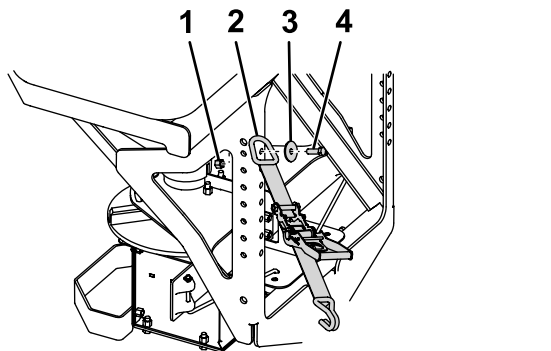

Figure 9
- Fixez les anneaux en D des sangles à cliquet dans les trous supérieurs à l'extérieur du cadre de l'épandeur à l'aide d'un boulon (½ po), d'une rondelle (½ po) et d'un contre-écrou (½ po), puis serrez les boulons à 76 N·m (56 pi-lb) (Figure 9).